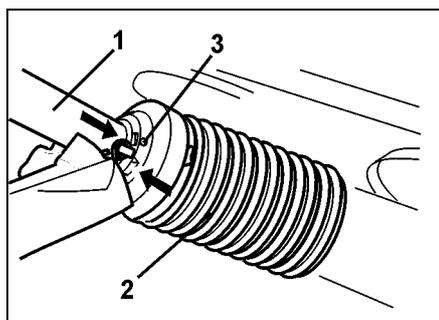

Fig. 38
8. Schutzhälfte (Fig. 38/1) aufschieben und Schutztrichter (Fig. 38/2) in Montageposition drehen.
9. Arretierschraube eindrehen (Fig. 38/3).